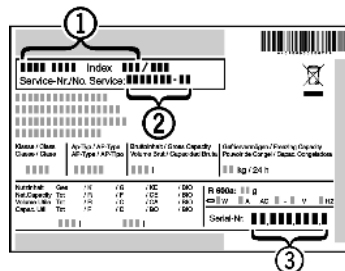

Fig. 54
- ▶ Gerätebezeichnung Fig. 54 (1), Service-Nr. Fig. 54 (2) und Serial-Nr. Fig. 54 (3) vom Typenschild ablesen. Das Typenschild befindet sich an der linken Geräteinnenseite.